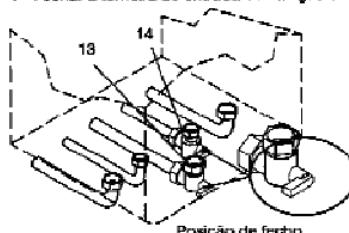

fig. 9.3
1. Fechar a torneira de entrada 14 na fig. 9.3